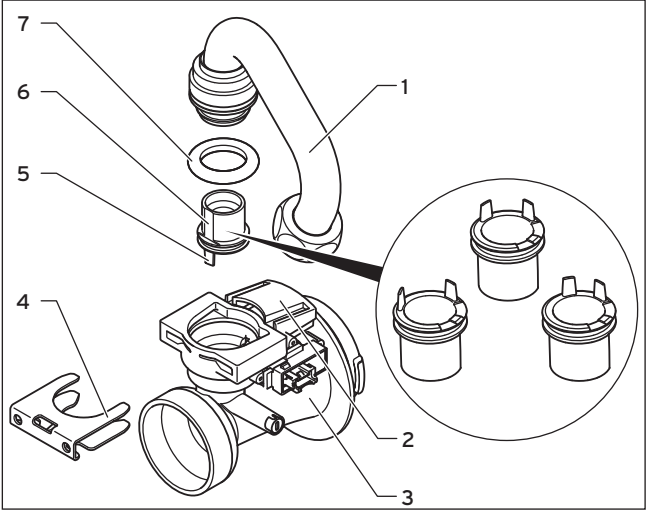

Fig. 2.2 Desmontaje del tubo de conexión de gas
- Desmonte el tubo de conexión de gas (1, Fig. 2.2) del tubo de Venturi (3) extrayendo la abrazadera (4) y extrayendo verticalmente el tubo de conexión de gas. Deseche la junta (7).
- Extraiga la boquilla de gas (6) en línea recta y deséchela.
- Al colocar la boquilla de gas, asegúrese de que queda correctamente alineada. Sirvase para ello de las marcas de posición del lado superior del tubo de Venturi y de las pestañas (5, Fig. 2.2) del lado inferior de la boquilla de gas.